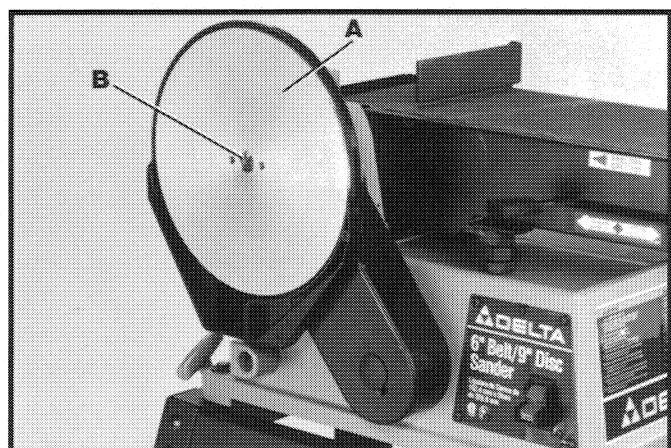

Fig. 10
2. Deslice el plato del disco de lijado (A) Fig. 10 sobre el eje hasta que la superficie del plato del disco y el eje de marcha (B) estén casi parejas. El eje (B) no debe extenderse más allá de la superficie del plato.